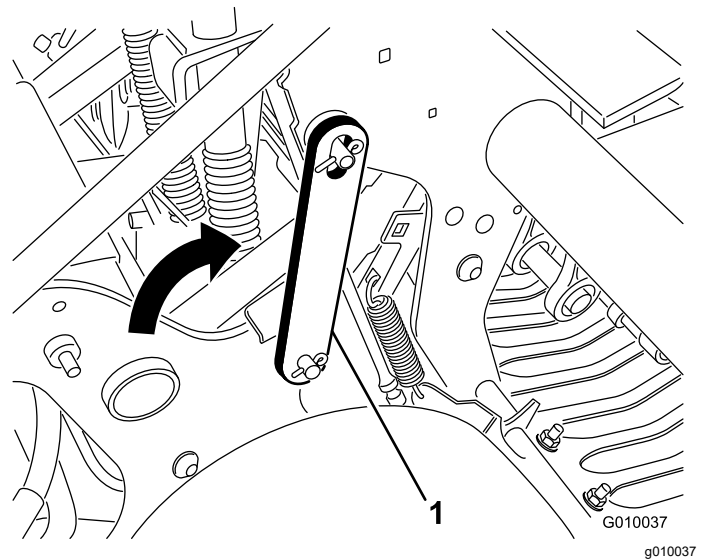

Figura 19
4. Gire el cerrojo de mantenimiento hacia atrás y sitúelo sobre el perno del cabezal de perforación (Figura 19). Fije el cerrojo con el anillo de retención.